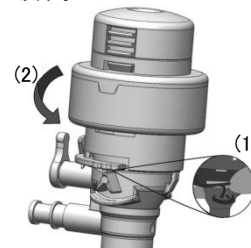

図 3
8. 気腹ガスを早急に排気したい場合は、ロータリーバルブにあるつまみを押し上げながらロータリーバルブを反時計回りに 90° 回転して、シールを開放する(図 3 を参照)。排気が完了したら、つまみがカチッというまでロータリーバルブを時計回りに回転させ、元のロック位置に戻す。